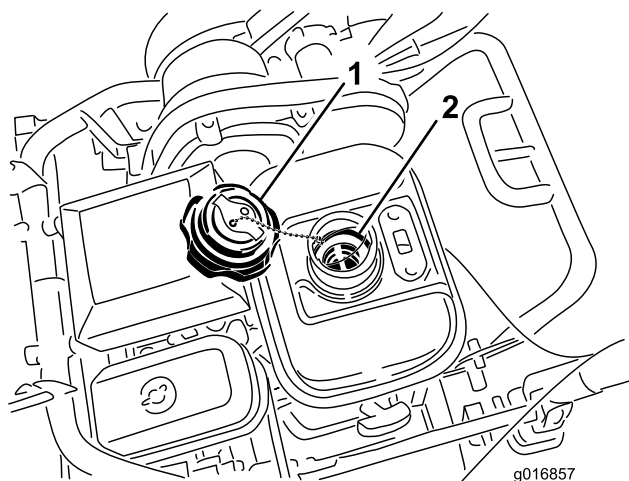

Figura 38
3. Desaperte e retire o recipiente do combustível do depósito do combustível (Figura 38).